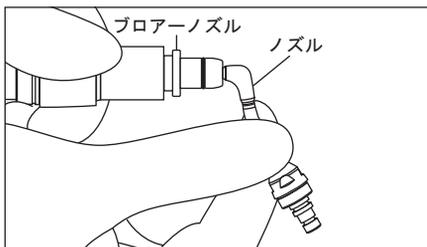

図10
- ⑤ノズルの先端にプロアーノズルを接続し(図10)エアのみで空運転します。これによりノズル内に残留したパウダーが排出されます。